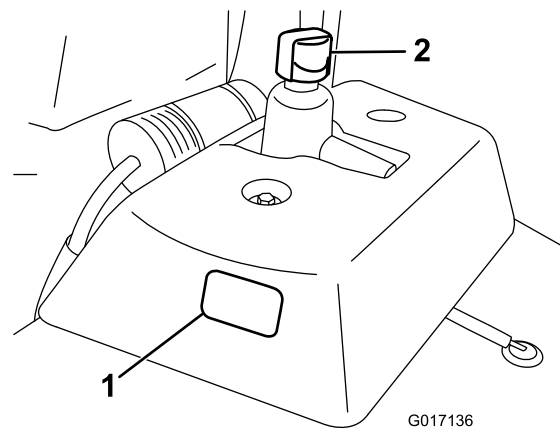

Figure 22
2. Vérifiez le niveau d'huile à travers le viseur situé sur le côté du réservoir d'huile auxiliaire (Figure 22).